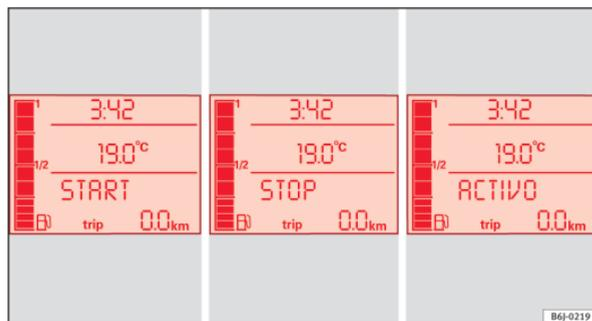

Fig. 100 Indication sur l'écran du tableau de bord durant le fonctionnement Start-Stop.
- L'écran du tableau de bord affiche des informations concernant l'état du fonctionnement Start-Stop ⇒ fig. 100.